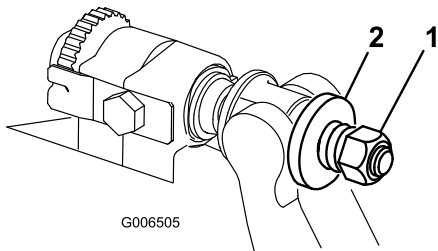

Figura 33
5. Apriete la tuerca de tensado del muelle hasta que el muelle esté comprimido del todo, luego aflójela ½ vuelta (Figura 33).